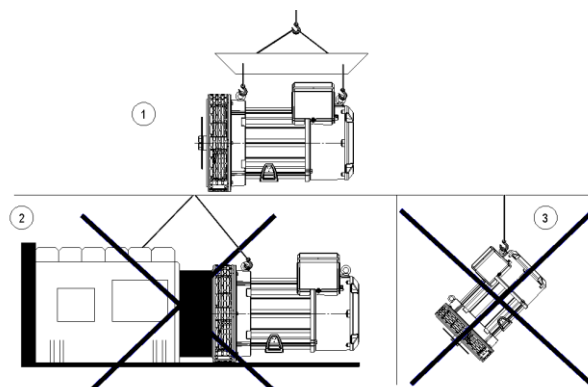

Figura 3.1: Manoseo del alternador
- La posición 1 de la Figura 3.1, representa la forma correcta de manoseo de los alternadores y las posiciones 2 y 3 representan las formas incorrectas.